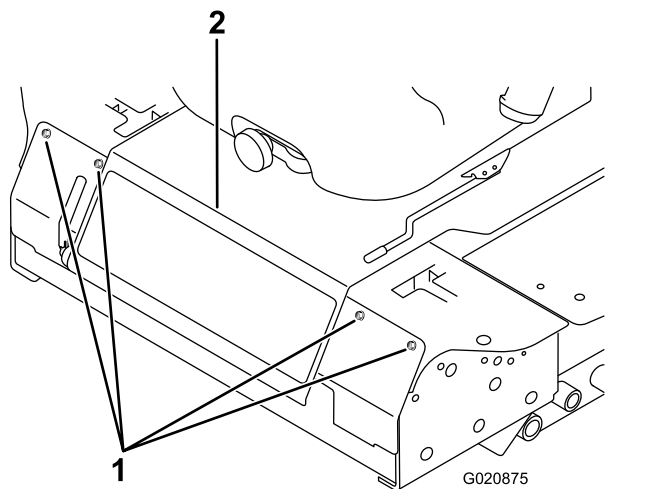

Figura 53
3. Afloje los pernos del panel delantero y retire el panel (Figura 53).